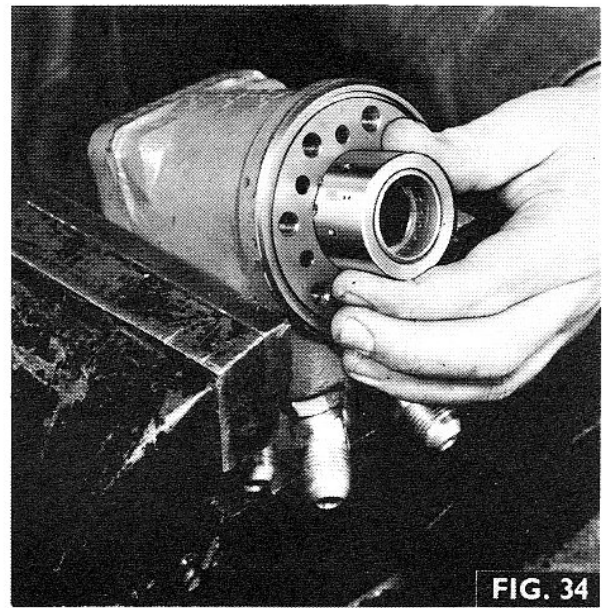

FIG. 34
11. Fig. 34. Glisser doucement l'ensemble manchon et plongeur dans le corps jusqu'à ce que le sommet du plongeur apparaisse à travers le joint supérieur.